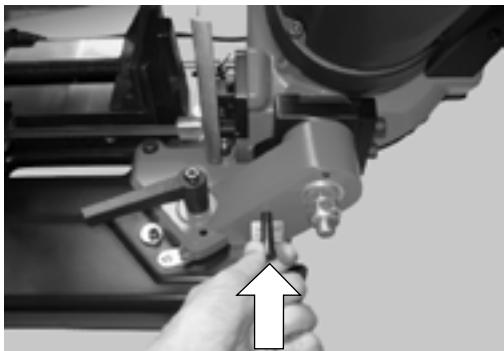
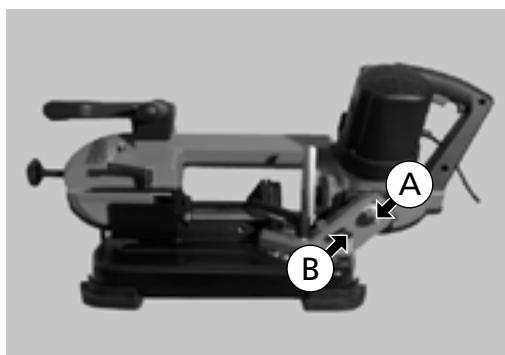

Fig. 30
Fig. 29
Com a serra de fita na posição inicial apresentada (Fig. 29), bloquee o eixo vertical (A) inserindo a barra de fim de curso (B) até estar encostada, como indicado pela seta (Fig. 30).
Elementos da Fig. 29